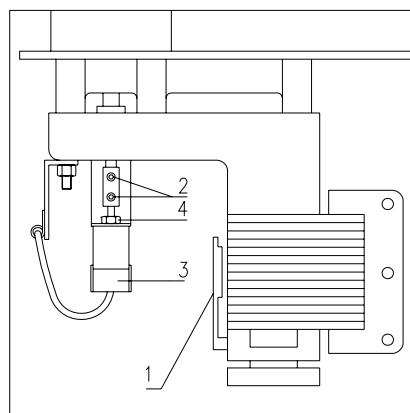

Abb. 19
1. Die Welle des Getriebemotors soweit drehen, bis die Position der beiden Gewindestifte Pos. 2 Abb. 19 es erlaubt, den Schlüssel einzustecken. Um die Welle drehen zu können, muß die Kupplung Pos. 1 gedrückt werden.